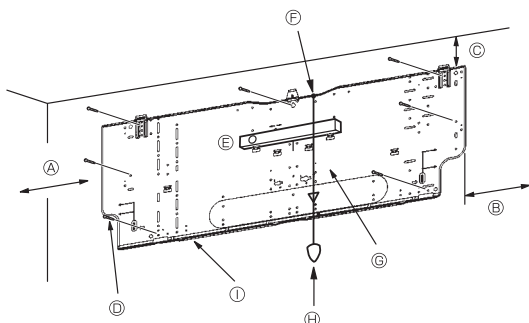
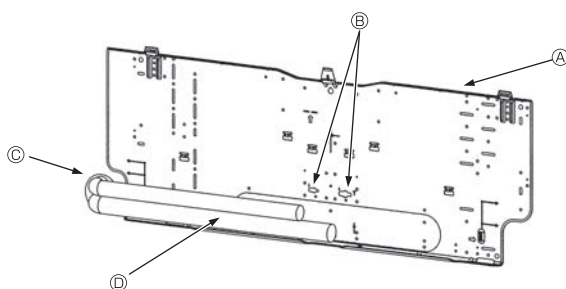

Fig. 3-4
Fig. 3-5
■ PKA-RP60, 71, 100KAL (Fig. 3-4)
- D 紧固螺钉 (4 × 25) ②
- I 安装板 ①
3.3. 将管道安装到墙中时 (Fig. 3-5)
- A 安装板 ①